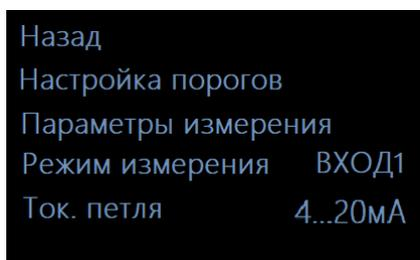

Рисунок 12 - Меню «Параметры»
2.3.1.2 Если необходимо изменить параметры, клавишами [ВВЕРХ]/[ВНИЗ] выбрать пункт меню «Параметры» и нажать клавишу [ОК]. Прибор перейдет в меню «Параметры» (рисунок 12), где имеется возможность выбора режима измерения: